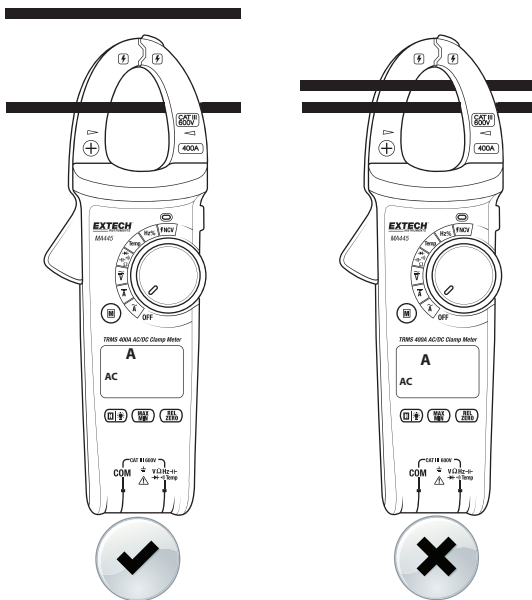

Fig. 2 – Forma correta e incorreta de prender ACA
4. Posicione o alicate em volta de apenas um condutor. Consulte a Fig. 2 para as técnicas corretas e incorretas de prender.
4. Pressione o gatilho da mandíbula para abrir a mandíbula do alicate. Posicione o alicate em volta de apenas um condutor. Consulte a Fig. 2 (seção anterior) para as técnicas corretas e incorretas de prender.